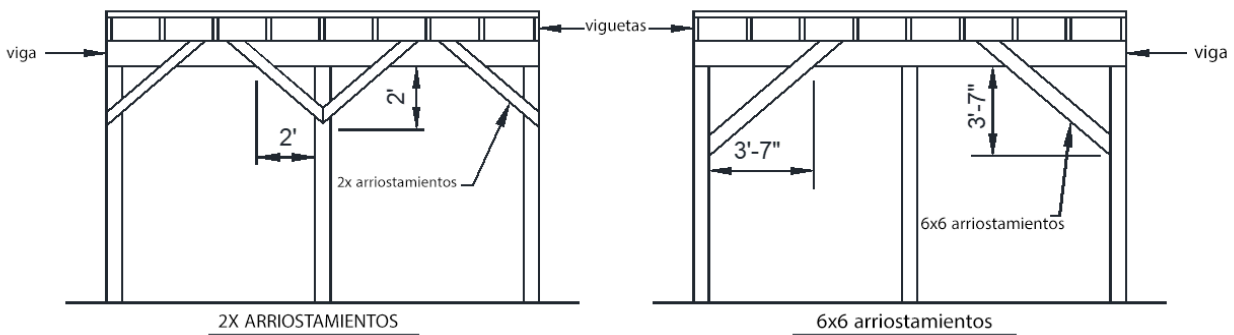

FIGURA 30: MÉTODO 2 - APOYO DE RODILLAS EN UBICACIONES DE VIGAS Y POSTES
- Las terrazas deben tener 2x refuerzos de codo instalados en cada ubicación de poste-viga o refuerzos de codo de 6x6 en los postes de los extremos y en ambos lados de todos los demás postes interiores de acuerdo con FIGURA 30.